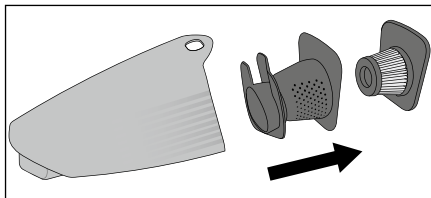

Fig. 3
- 3) Commencez par sortir le filtre HEPA 6 et ensuite le filtre grossier 7 hors du bac à poussière 8 (fig. 3). Tapotez ces deux pièces au-dessus d'une poubelle ou similaire. Si nécessaire, vous pouvez rincer le filtre HEPA 6 à l'eau claire. Ensuite, laissez-le sécher entièrement à l'air.